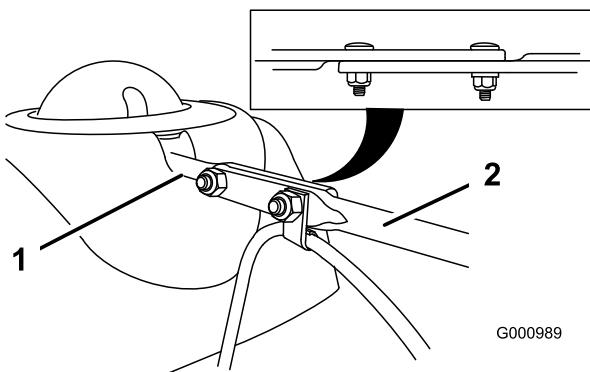

Figure 9
- Alignez l'extrémité plate arrière de la longue tige d'orientation de l'éjecteur sur l'extrémité plate avant de la tige courte qui part du panneau de commande de façon à les engager l'une dans l'autre (Figure 9).